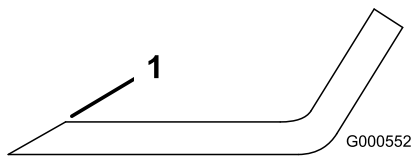

図 75
1. ブレードは、左右の刃先をやすりで磨く(図 75)。
注 もし傾くようなら、重い方の裏面を少し削って調整する 図 75。